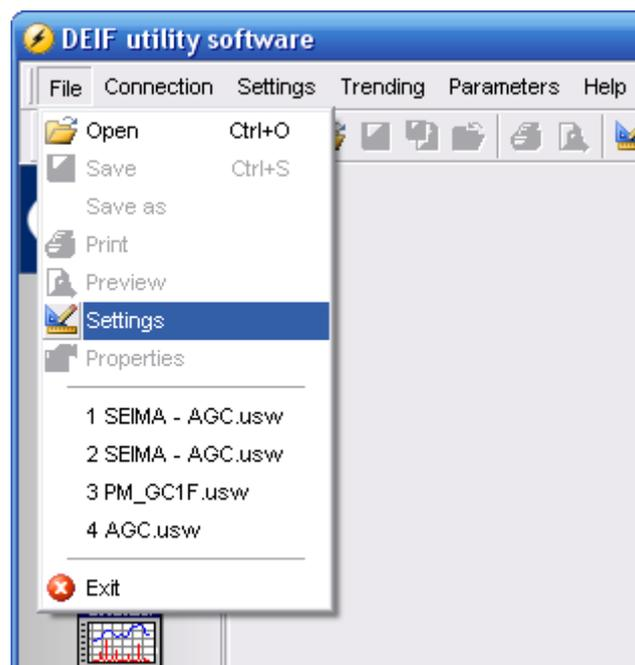
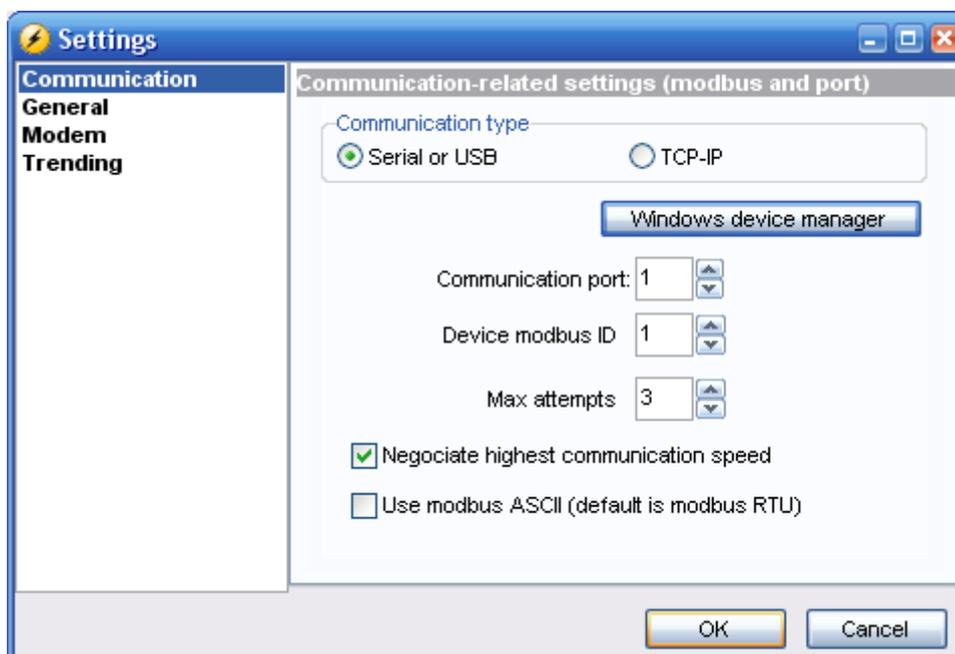

Рис.5. Доступ к настройкам утилиты USW 3
Рис.6. Окно настроек утилиты **USW 3**
3.5.4 Проверьте настройки связи с контроллером в утилите. Настройки связи можно проверить и изменить в разделе **File** → **Settings** на вкладке **Communications** (Рис.5. и Рис.6).
В примере на Рис.6 видно, что выбрана связь с контроллером через локальный порт **RS-232** или **USB COM1** (порт с номером 1).
В примере на Рис.7 видно, что компьютер имеет один аппаратный порт **RS-232**, к который и выбран для связи на Рис.6.